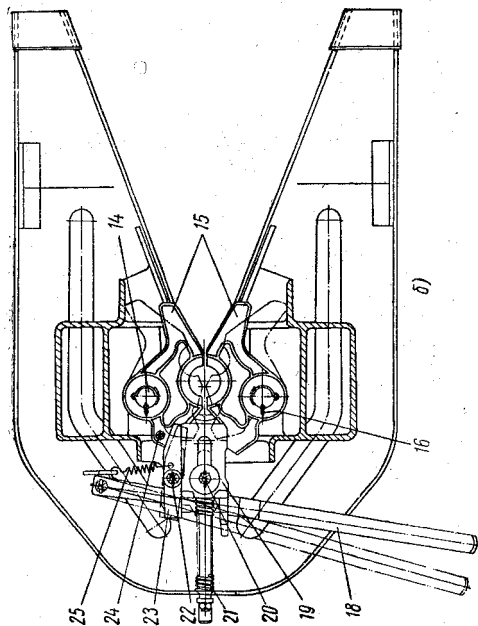

Рис. 106. Седельно-сцепное устройство:
1. Взамен грузовой платформы на раме автомобиля установлено седельно-сцепное устройство (рис. 106), служащее для шарнирного соединения тягача с полуприцепом. Седельное устройство является также опорой для передней части полуприцепа.
Седельно-цепное устройство (см. рис. 106) установлено на подставе 3, лежащей на двух деревянных брусках 2, и закреплено на раме автомобиля четырьмя стремянками 1. На подставе закреплены два кронштейна 4, в которых балансиры 10 имеют свободное вращение, обеспечивающее продольный наклон седла.
1. Отведя в сторону предохранитель саморасцепки на седле, поставить рычаг управления расцепкой в переднее крайнее положение (положение рукоятки на рис. 106 показано штриховой линией).